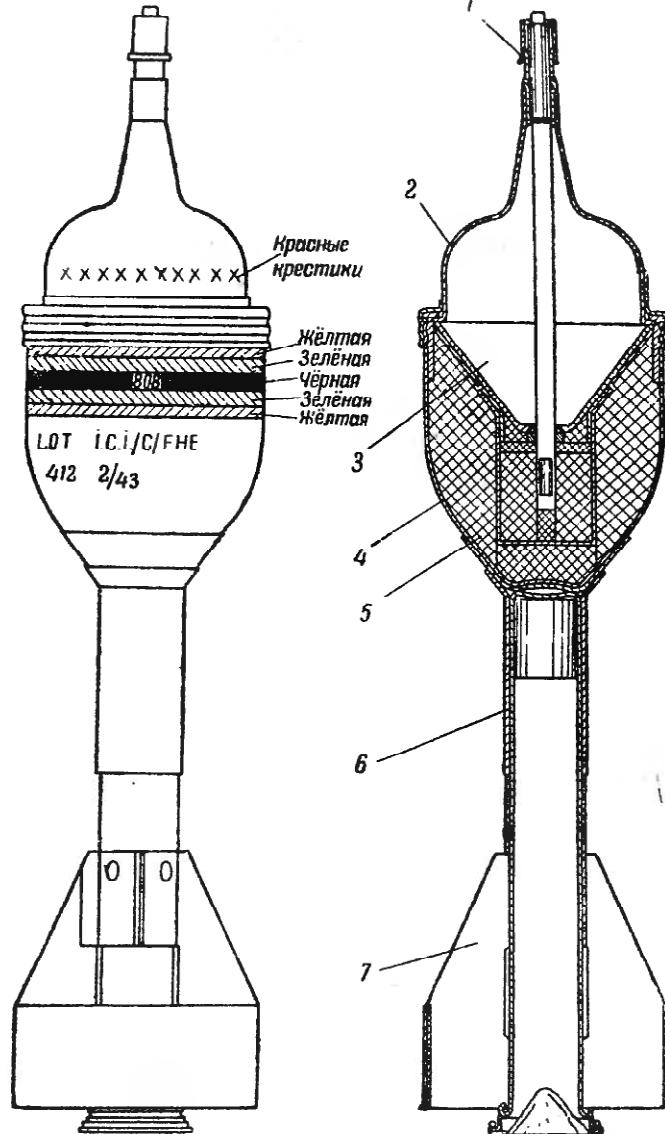

Рис. 54. Общий вид и разрез 88-мм английской противотанковой гранаты ПИАТ:
2. 88-мм английская противотанковая граната ПИАТ кумулятивного действия (рис. 54)